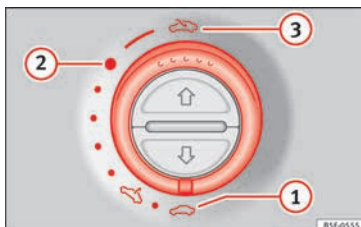

Fig. 13 En el revestimiento interior del techo: gire el conmutador para abrir y cerrar.
- Abrir: gire el conmutador hacia la posición » **fig. 13 (3)**.
- Posición de confort: gire el conmutador hacia la posición » **fig. 13 (2)**.
- Cerrar: gire el conmutador hacia la posición » **fig. 13 (1)**.